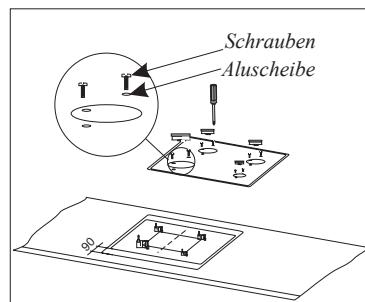

Abb. 5
- Brennerrahmen schieben, bis Massenübereinstimmung von 90 mm (Abb. 5) erreicht wird und in dieser Position den Brennerrahmen mit Blechschrauben [1] (Abb. 3) in der Palttenöffnung sperren.
- auf den Brennerrahmen die Arbeitsplatte hinlegen und mit 8 Blechschrauben mit Unterlagsscheiben M-3 (Abb. 5) an Brenner zuschrauben,